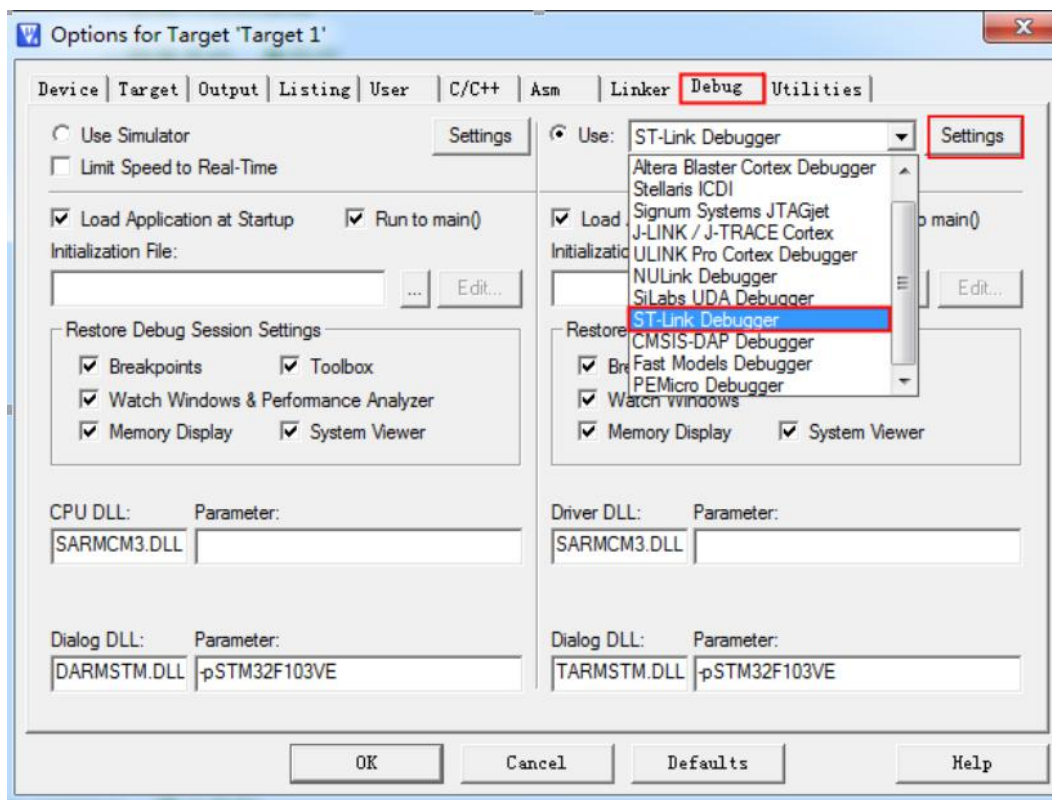

图 33
4.3.4、在“Debug”选项卡中，选择 ST-Link Debugger 选项，如图 33。